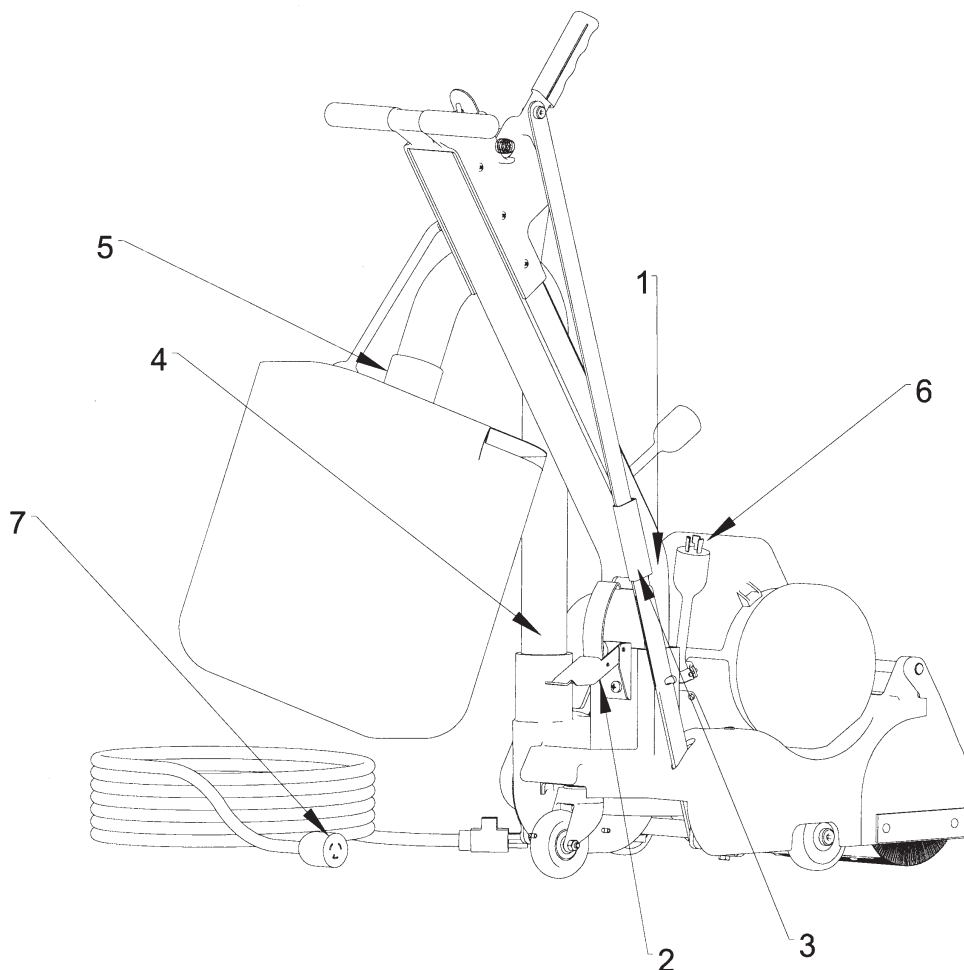

Figure 1
1. Pour transporter la machine, retirez la poignée, le tuyau à poussière et le sac. Suivez les étapes illustrées à la figure 1.
Pour installer la machine, suivez les étapes illustrées à la figure 1 :